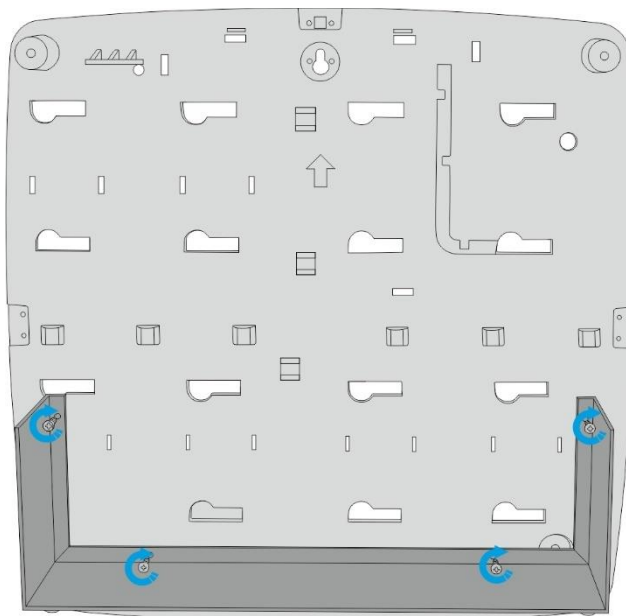

Fig. 1
- fissare in posizione la mensola metallica (Fig. 1) con le viti in dotazione